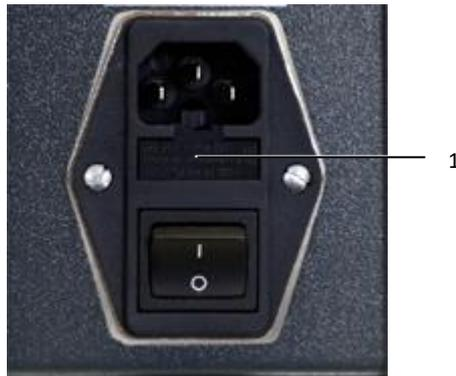

Abb. 19: Sicherungsfach öffnen
- Hebeln Sie das Sicherungsfach (Abb. 19, Pos. 1) mit einem Schlitzschraubendreher aus der Netzfiltereinheit heraus.